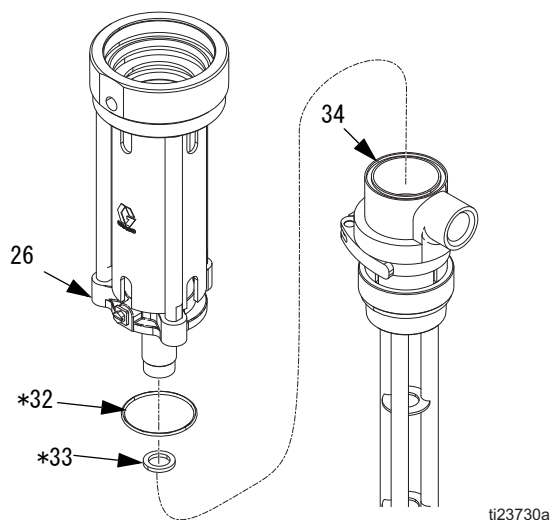

図 23
11. ポンプ本体 (34) から取り付けフランジ (26) のネジを抜きます。ポンプ本体 (34) から O リング (32*) および PTFE ガasket (33*) を取り外します。損傷がないか、すべての部品を点検します。図 23 を参照のこと。